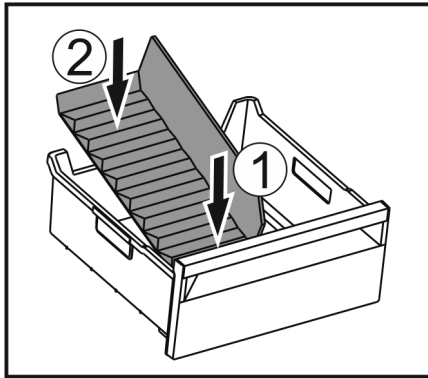

Fig. 176
- ▶ Helyezze be a jégrekesz-elválasztó elülső részét. Fig. 176 (1)
- ▶ Süllyessze le a jégrekesz-elválasztó hátsó részét a fiók aljáig. Fig. 176 (2)